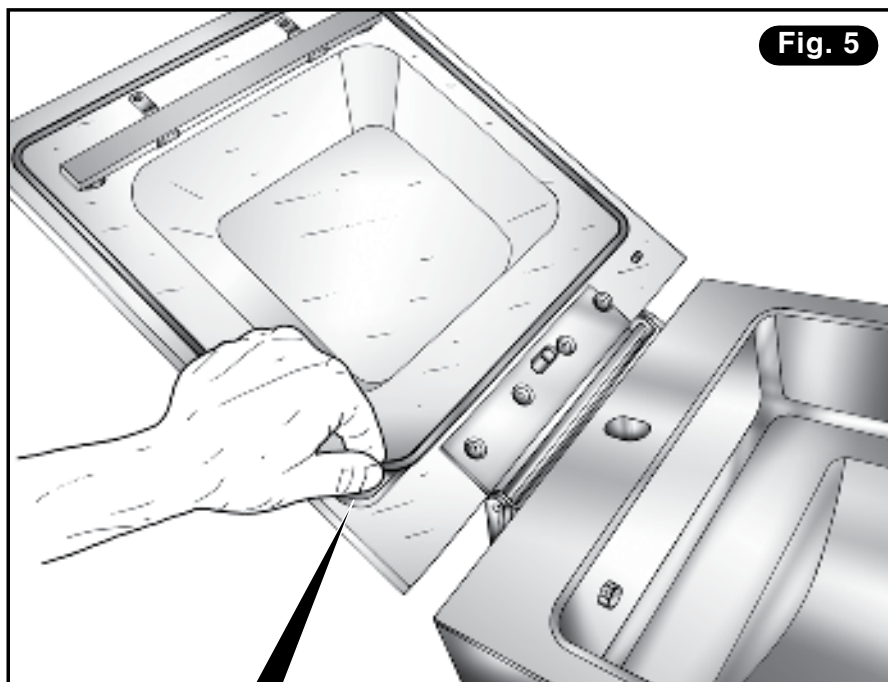

Fig. 5
- 4) Enlever le vieux joint de son emplacement. Avec un détergent neutre, nettoyer soigneusement l'emplacement du joint (**Fig. 5**).
- 3) Retirer la bague élastique du pivot de fixation du piston (**Fig. 5**).